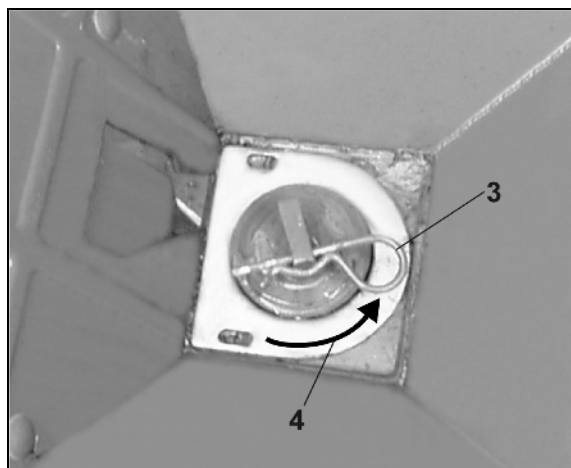

図 90
1. R ピン (図 90/1) を引き出します。
2. アジテーターヘッド延長部 (図 90/2) を取り外します。